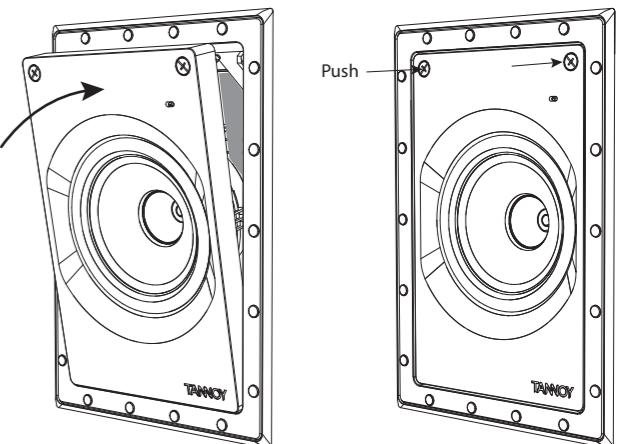

図 13. スピーカーアセンブリをフレームに取り付ける
2. スピーカーアセンブリを斜めに持ち、その下端にある 2 つの突出したタブをフレームの 2 つの対応するスロットに取り付けます(図 13)。